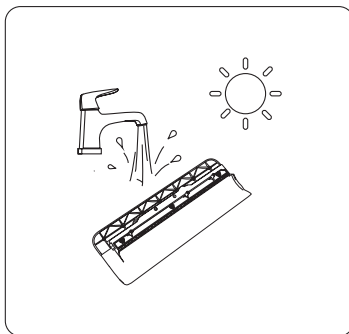

Abbildung 2
2. Spülen Sie die Bürstenwalzenabdeckung mit sauberem Wasser. (Abb. 2)